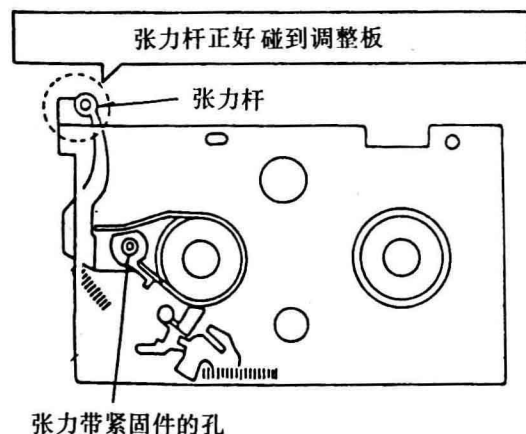

图35
④安装调整模板, 将六角形扳手插入张力紧固件的孔中, 如图35所示;
- ⑤用插入孔中的六角形扳手调整张力带紧固件,使张力杆正好碰到调整模板的标准位置;
- ⑥调整完成后,转动主导电机直到卸载完成。